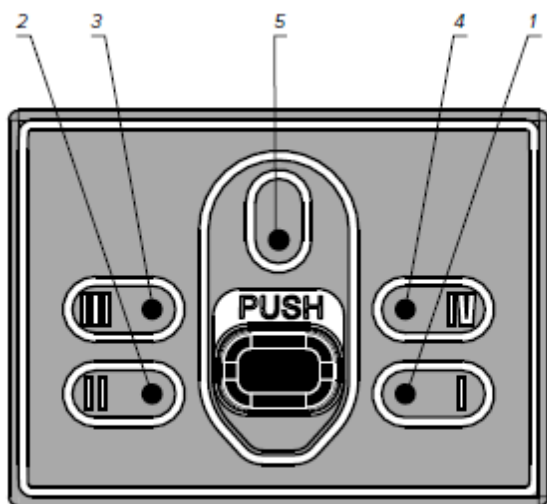

Fig. 15
Fiecare unitate de filtrare are un indicator luminos individual (Fig. 15): indicatoarele 1 și 2 corespund cartușelor K1 și K2 ale unității de pretratare a apei, indicatorul 3 corespunde unității cu membrană pentru osmoză inversă și indicatorul 4 corespunde unității de tratare a apei.
**Indicatorul luminos 5** (vezi Fig. 15) începe să clipească în caz de defecțiune; este imobil în restul timpului, informându-vă că sistemul dvs. RO-202S este conectat la sursa de alimentare cu curent electric.